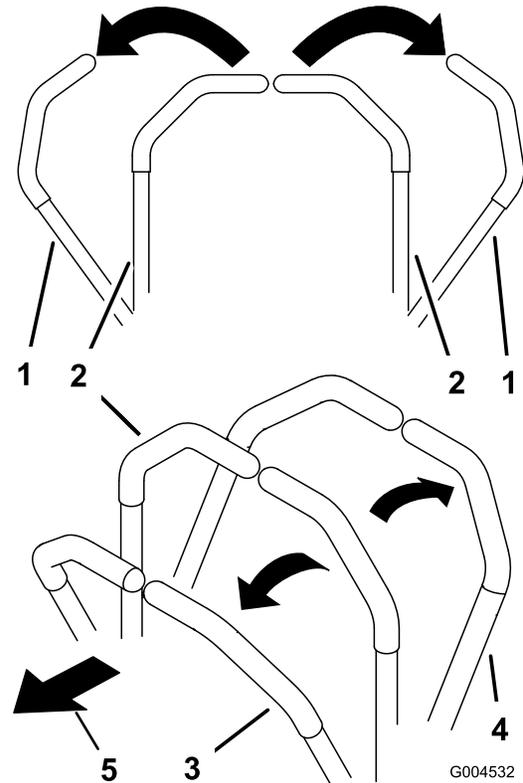
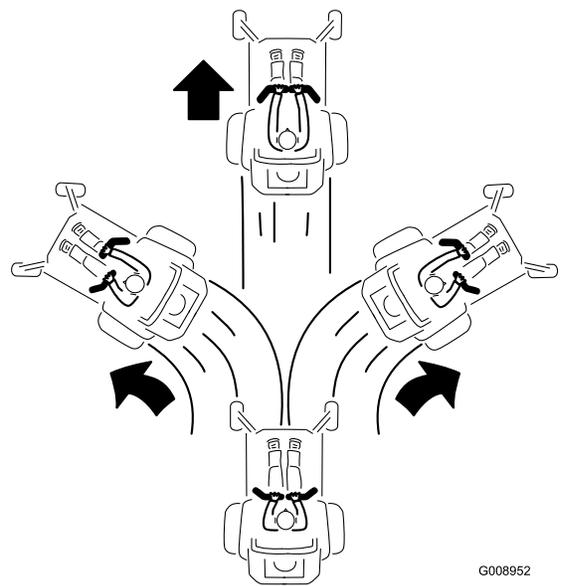

Bild 16
Bild 18
2. Schieben Sie für das Vorwärtsfahren die Fahrtriebshebel langsam vorwärts (Bild 16 und Bild 18).
Wenden Sie zum Geradeausfahren auf beide Fahrtriebshebel denselben Druck an (Bild 16 und Bild 18).
Verringern Sie zum Wenden den Druck auf den Fahrtriebshebel an der Seite, in deren Richtung Sie wenden möchten (Bild 16 und Bild 18).